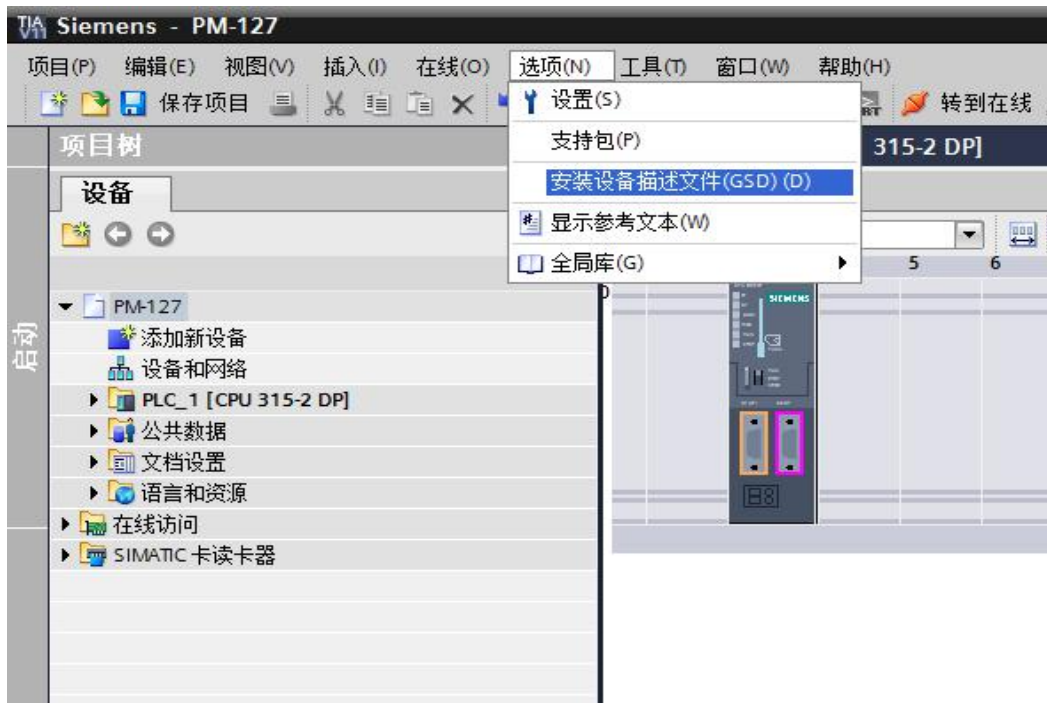

图 6 GSD 文件的安装
2.1 PM-127 网关串口端作为 Modbus 主站和从站的 GSD 文件不同，请根据需要进行正确的 GSD 文件，在软件上方点击：选项 > 安装设备描述文件（GSD），如图 6 所示：